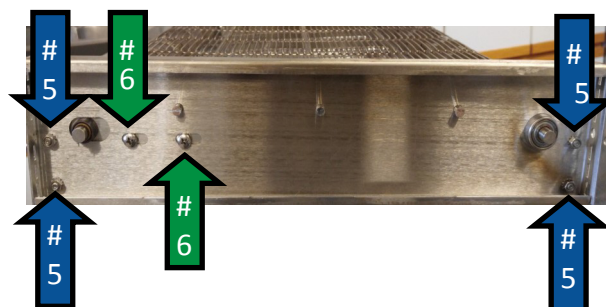

Figure 1
- 3** Retirez l'ensemble convoyeur de l'appareil en déposant (2) vis cruciformes (Phillips). Reportez-vous aux **Flèches rouges**
- 5** Retirez les (4) écrous du côté droit du convoyeur à l'aide d'un tourne-écrou de 8 mm. Reportez-vous aux **flèches bleues**
- 6** Retirez (2) vis cruciformes pour libérer le panneau latéral droit de 6 l'ensemble du convoyeur. Reportez-vous aux **flèches ver-**
- 7** Faites glisser la bande du convoyeur hors de 7 l'ensemble. Voir la figure 1.